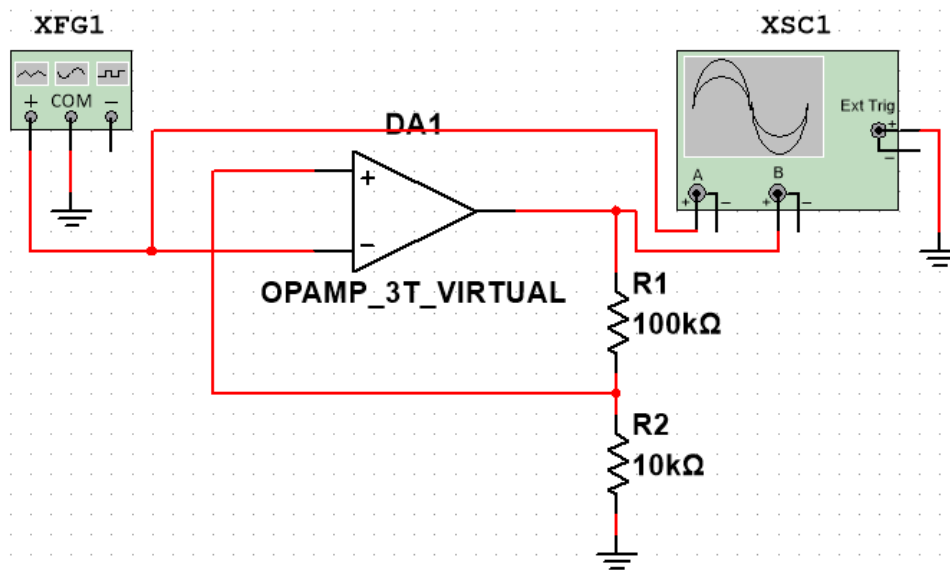

Рисунок 14.3
3.1 Зберіть схему тригера Шмітта на основі компаратора (рис. 14.3) з реальним ОП. Виконайте її дослідження, подаючи на неінвертуючий вхід ОП синусоїдальний сигнал з наступними параметрами: $U_{\text{вх}} = (10+N) \text{ В}$, де N – номер варіанту; $f_{\text{вх}} = 1 \text{ кГц}$; $R1 = 100 \text{ кОм}$; $R2 = 10 \text{ кОм}$.